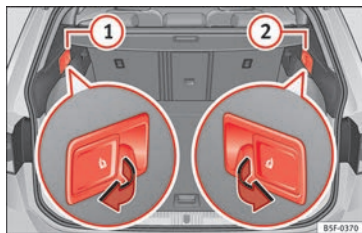

Fig. 156 Nel bagagliaio: leve per lo sblocco a distanza del lato sinistro ① e destro ② dello schienale posteriore
- Tirare la leva di sblocco a distanza dal lato sinistro » fig. 156 ① o destro ② dello schienale nel senso della freccia. Il lato sbloccato dello schienale posteriore si ribalta automaticamente in avanti.